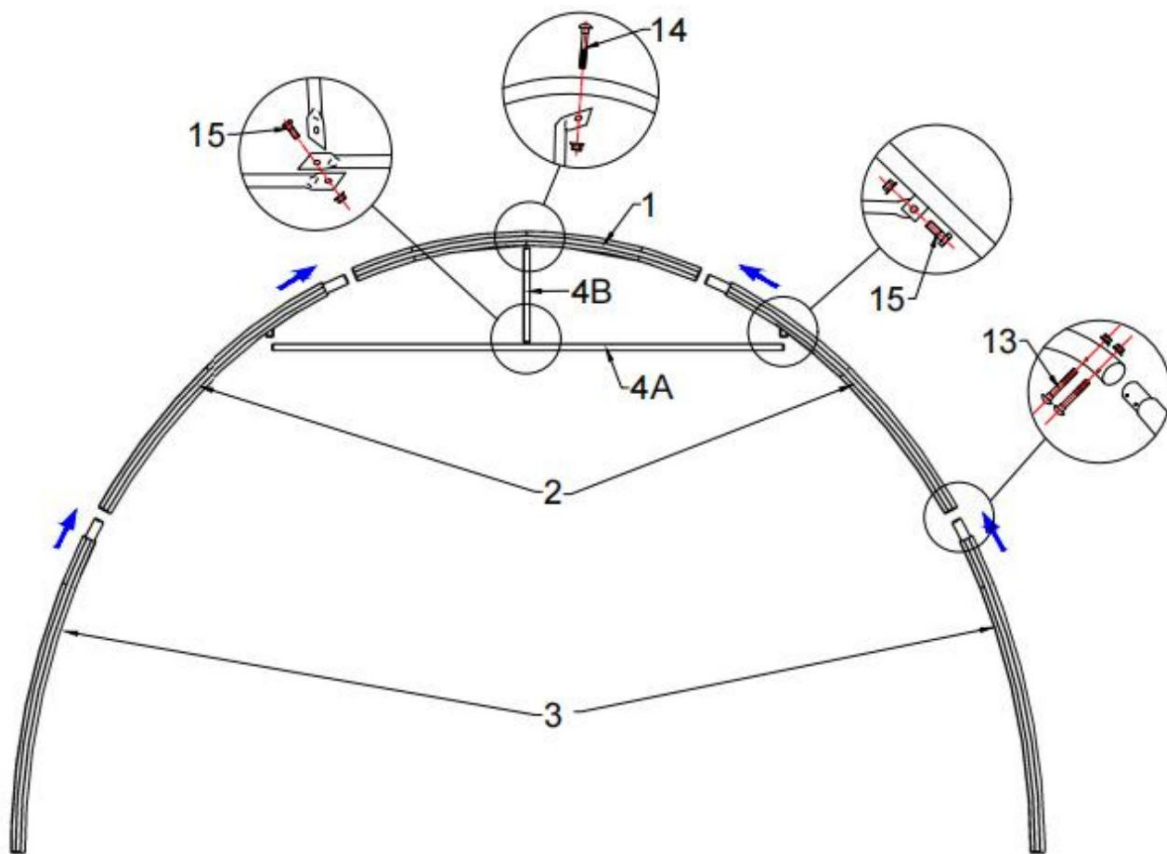

Figure 2
3.1 Comme indiqué sur la figure 2, repérer un tube cintré de toit (n° 1), deux tubes cintrés centraux (n° 2), un tube cintré inférieur (n° 3) et assembler le tout.